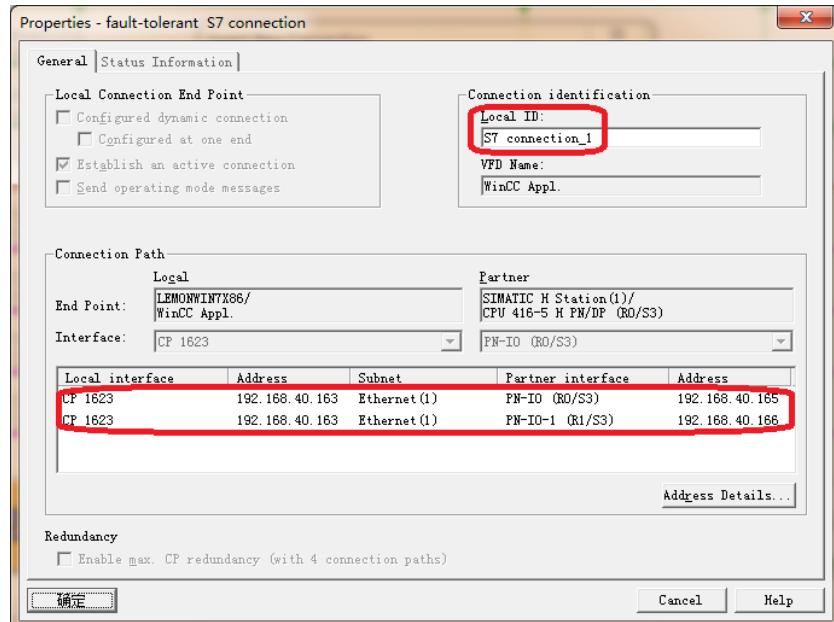

图 8
(C) 确认 CP1623 和 CPU 416-5H PN/DP 的接口信息, 如图 8 所示。